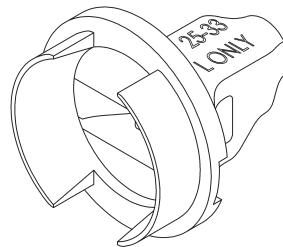

Abbildung 4: Mitraldrehinstrument
**Mitraldrehinstrument** – Das Mitraldrehinstrument (Abb. 4) dient zur Neuausrichtung einer Klappe in situ nur in Mitralposition. Das Mitraldrehinstrument unterscheidet sich vom Klappendrehinstrument durch seinen kürzeren Körper und das Fehlen einer Flügelsonde.